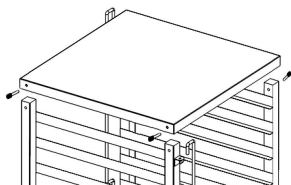

Fig. 2
4. Fixer le plan de travail aux éléments latéraux du chariot à l'aide des vis fournies (**fig. 2**).